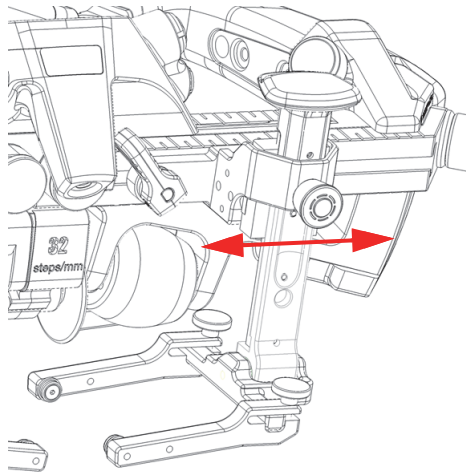

图 2-10 滑动探头托架
2. 将探头托架滑动到适当的位置（参见第44页的图 2-10）。